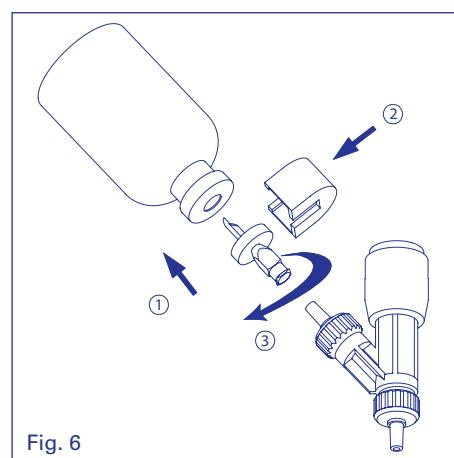

Fig. 6
For vaccine-type vial (Fig. 6), puncture rubber stopper with feed needle of optional vial holder (1) and slide bottle lock into place (2). Fix to male Luer intake valve cap (3). Prime before dispensing.
Flasche (Typ Impfstoff, Fig. 6): Gummistopfen mit der Saugnadel des Flaschenhalters (Zubehör) durchstechen (1) und Flaschenhalter-Schieber einführen (2). Flasche auf männliche Luer Ansaugventil-Kappe anschliessen (3). Vor Dosierung entlüften.
Flacons (type vaccin, Fig. 6): Percer le bouchon (1) avec l'aiguille du porte-flacon (accessoire) et glisser en place l'étrier (2). Connecter le flacon au capuchon Luer mâle de la souape d'entrée (3). Amorcer avant le dosage.